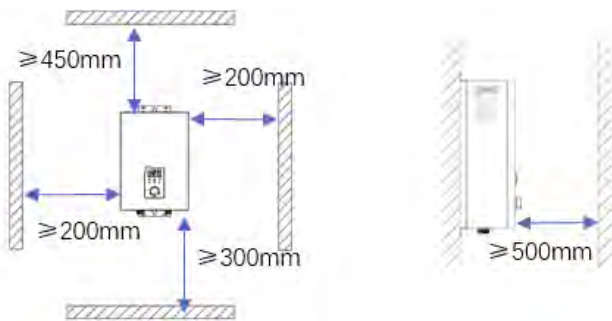

Рис. 6. Минимальные расстояния от электрического котла до поверхностей.
7.3.2 Установка прибора на стену (Рис. 6)
Прибор должен быть установлен в вертикальном положении без наклона. В соответствии с Рис. 6 просверлите установочные отверстия на стене, вставьте анкер в верхнее установочное отверстие для крепления, вставьте пластиковые дюбели в нижние установочные отверстия и закрутите саморезы.